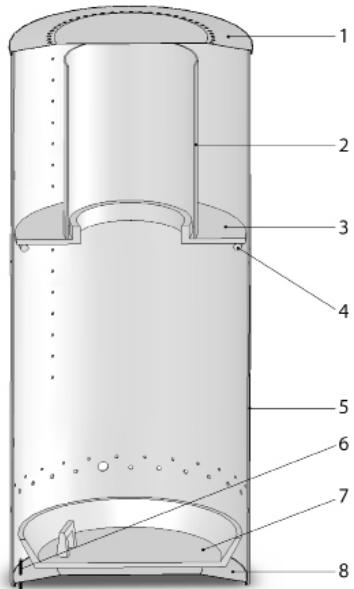

Fig. 5
► Уверете се, че тавата на горивната камера е поставена в центъра на горивната камера (FIG5/n2).
► Поставете горния пръстен във вътрешността на горивната камера, с изънката част в средата на пръстена нагоре и монтирайте на него цилиндъра (търбата за горещ въздух) (FIG5/n2).
► Fig. 5 Горивна камера